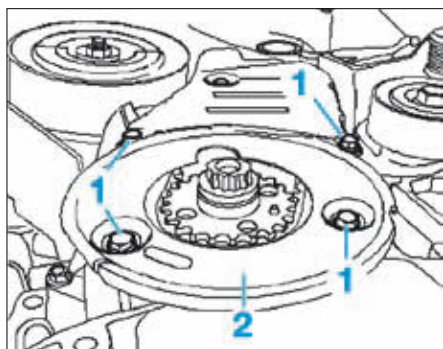

FIG. 1
- les vis de fixation (1) du carter inférieur de distribution (Fig.1),
- le carter inférieur de distribution (2).